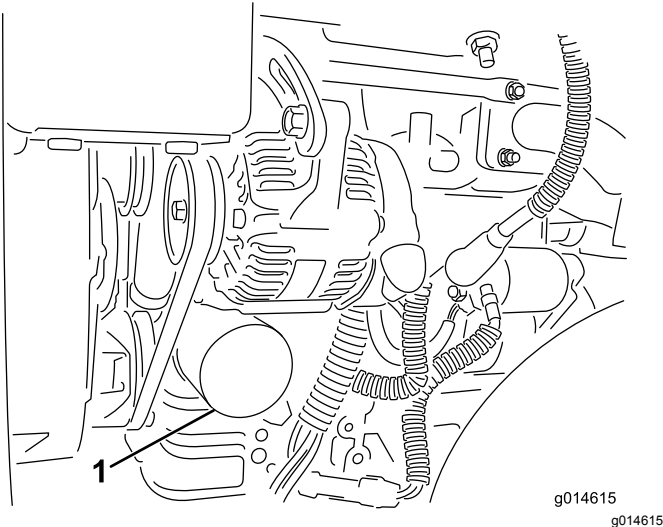

Bild 40
2. Entfernen Sie den Ölfilter (Bild 40). Ölen Sie die neue Dichtung am Ölfilter leicht mit frischem Öl ein.